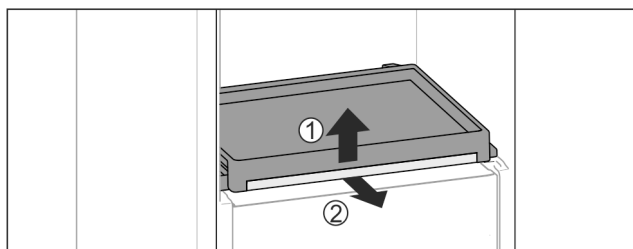

Fig. 178
- Vyjměte vysouvací přihrádku se skleněnou deskou: Skleněnou desku vpředu lehce nadzvedněte Fig. 178 (1) a vytáhněte dopředu Fig. 178 (2).